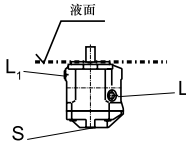

图1
- a) 当油箱的最低液面和泵的安装法兰面同高或更高时，将“L”、“L1”和“S”口打开；（如图1）。